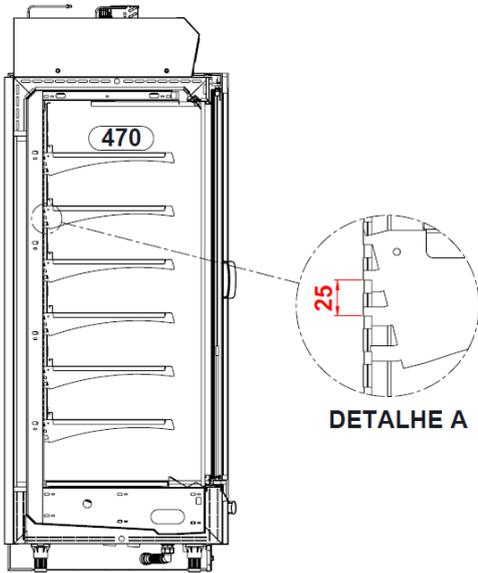

Figura 12: Prateleira reta
- 1 - Permite ajustes de altura com deslocamento mínimo de 25 mm conforme Figura 12;